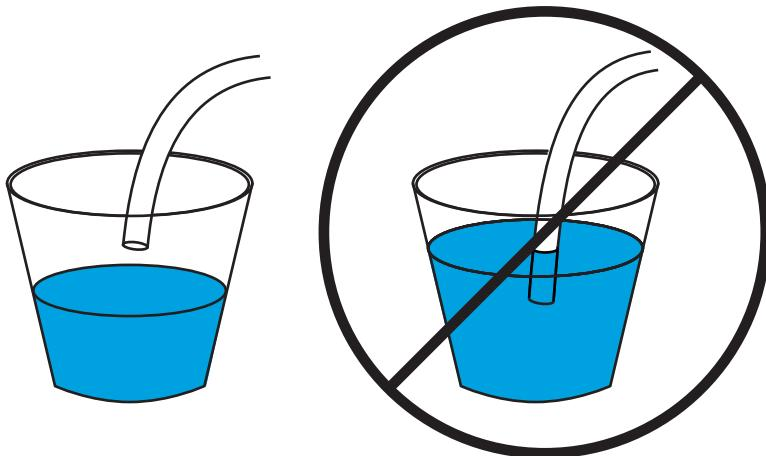

Figura 37 Tubo di drenaggio sospeso correttamente (a sinistra) e immerso in modo errato (a destra).
- L'estremità aperta del tubo non sia immersa nel contenitore di drenaggio (Figura 37).